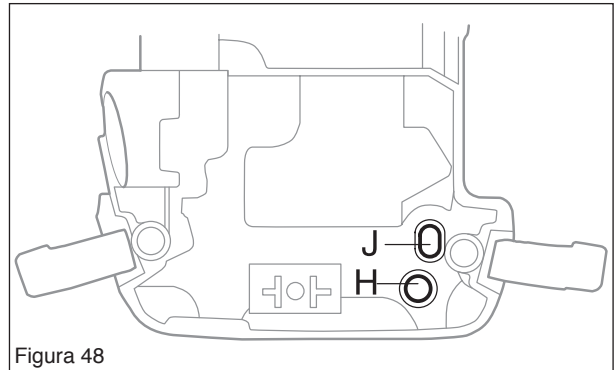

Figura 48
2. Eleve el motor por encima del depósito e introduzca la manguera de combustible (en J) y la manguera de retorno (en H) en la parte inferior del compartimento del carburador. (Ver la figura 48.)